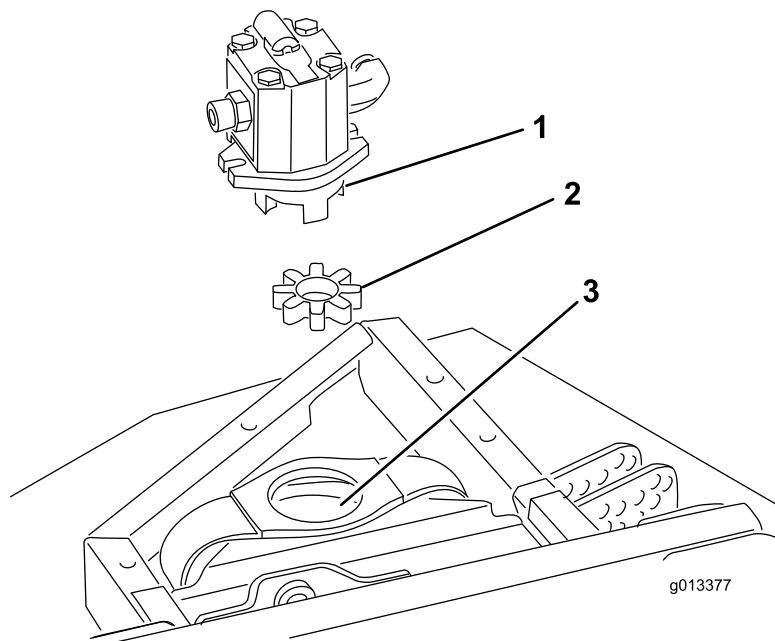

Figura 2
3. Retire la araña de enganche elastomérico del interior de cada acoplamiento de polea. Inspeccione la araña y cámbiela si está desgastada. Si no, guárdela para instalarla en la carcasa nueva (Figura 2).
Nota: Inspeccione el cubo de enganche, y cámbiolo si está desgastado (Figura 2).